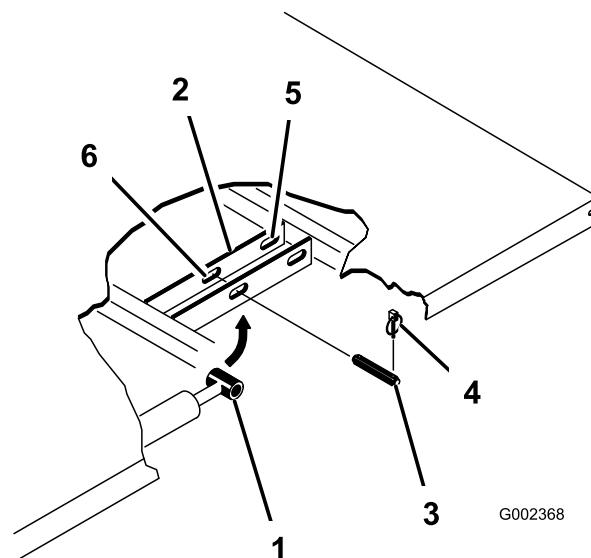

Figura 3
4. Retire os pinos de sujeição das extremidades exteriores dos pinos de forquilha da haste do cilindro (**Figura 3**).
5. Retire os pinos de forquilha que prendem as extremidades da haste do cilindro nas placas de montagem da caixa empurrando os pinos para dentro (Figura 3).